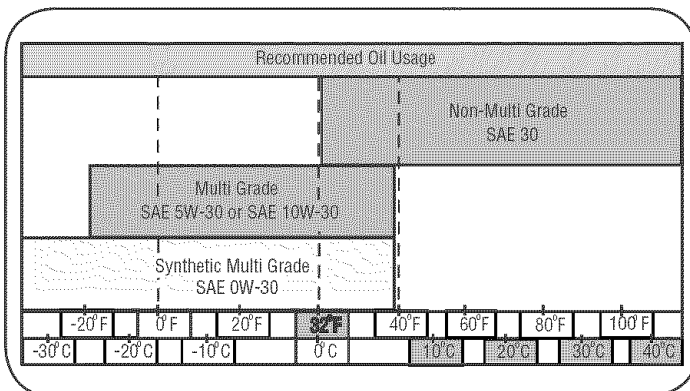

Figura 17
**NOTA:** aunque los aceites de viscosidad múltiple (5W30, 10W30 etc.) mejoran el encendido cuando el clima es frío, los mismos también aumentan el consumo de aceite cuando se usan a más de 32°F. Compruebe el nivel de aceite de la máquina quitanieve con mayor frecuencia para evitar que el motor resulte dañado por operar con un nivel de aceite bajo. Consulte la tabla de viscosidad que aparece en la figura 17.